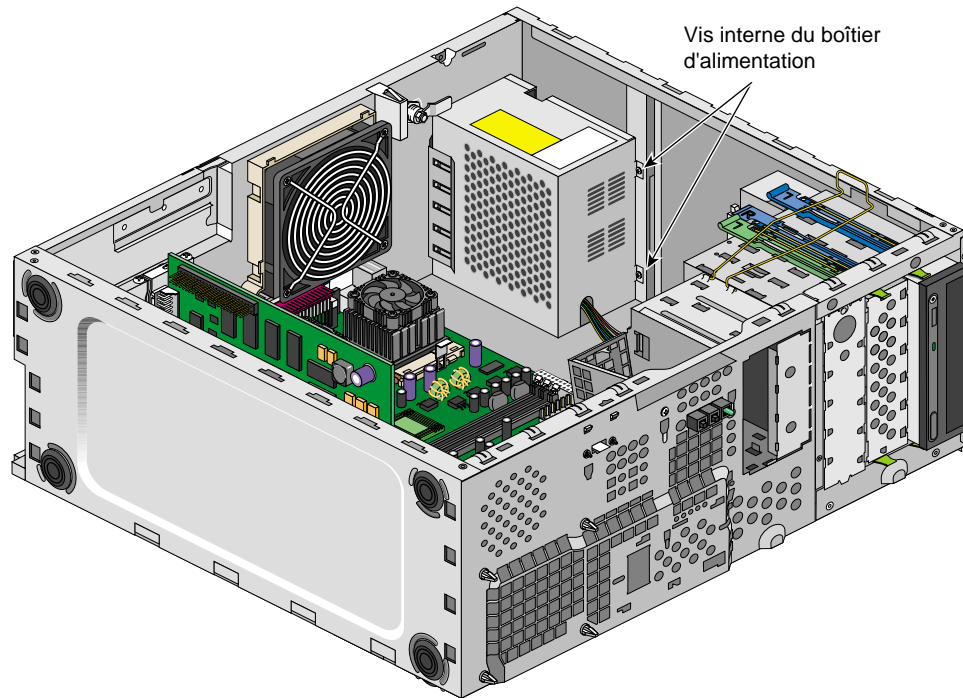

Figure 2-10 Démontage de la vis interne du boîtier d'alimentation
6. Enlever les vis situées sur la partie interne du panneau supérieur du système. La Figure 2-10 montre la position des vis.
10. Replacer les vis internes (voir Figure 2-10).